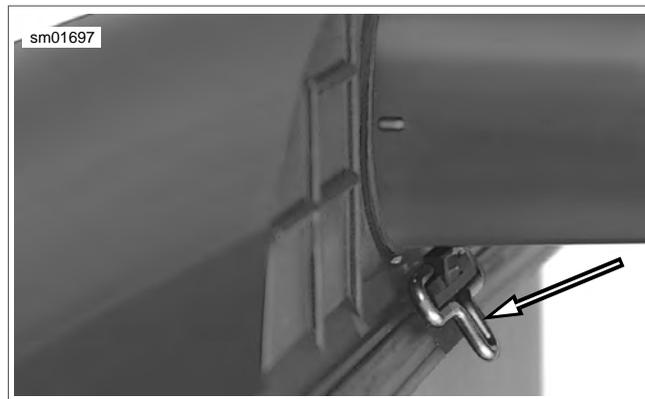

Figure 1-15. Attache avant de la boîte à air
12. Voir Figure 1-15. L'attache avant placée sous la buse est fixée à la section du haut. Serrer l'attache sur le rebord du dessous du filtre à air.